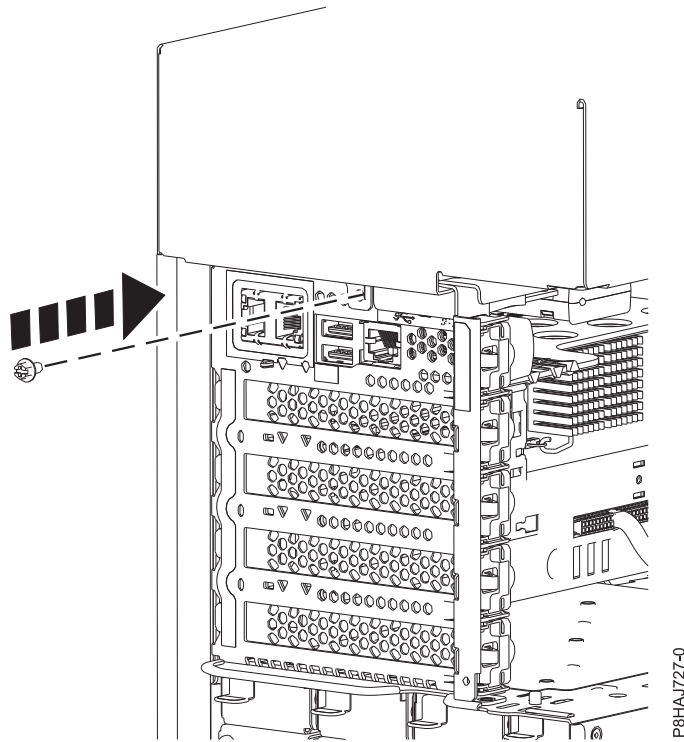

図 69. 8286-41A サイド・カバーねじの取り付け
5. プラスのねじ回しを使用して、サイド・カバー後部ねじを取り付けます (図 69 を参照)。